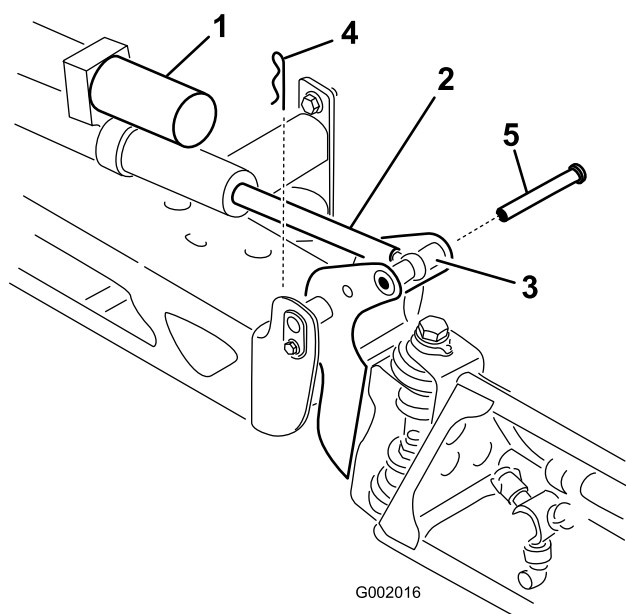

Figura 45
2. Retire o contrapino do pino de articulação (Figura 45).
6. Levante a rampa para alinhar a articulação com a barra do accionador. Enquanto segura na rampa, insira o pino através tanto da articulação da rampa como da barra do accionador (Figura 45).
3. Levante a rampa e retire o pino (Figura 45). Faça descer lentamente a rampa até ao solo.